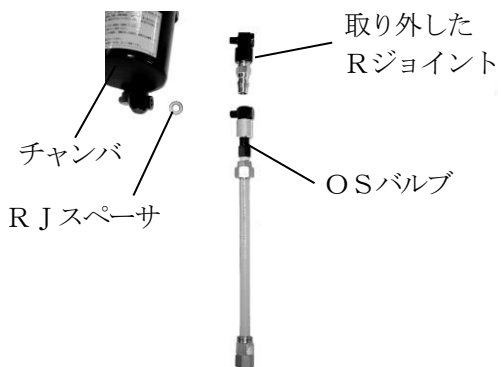

図4-4
- ② 取り外したRジョイントとOSバルブを交換します。(図4-4)
- ③ RJスぺーサと一緒にOSバルブを取付けてください。(図4-4、4-5)